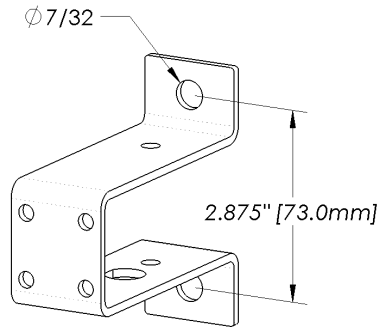

Figura 2 – Soporte de Montaje para Estacion de Protocolo con Transductor
1. Las estaciones de protocolo con transductor deberán estar firmemente sujetas a una pared utilizando los tornillos apropiados para el tipo de pared. Todos los modelos utilizan el mismo soporte de montaje - las dimensiones de montaje se encuentran en la Figura 2.